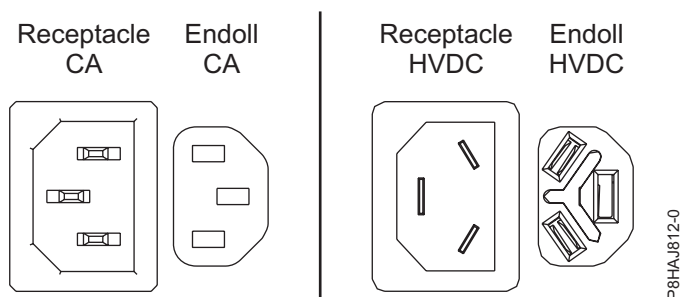
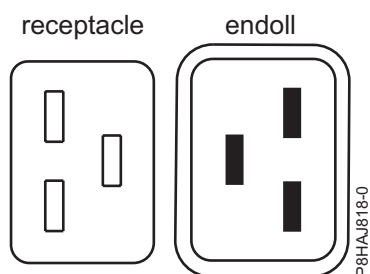
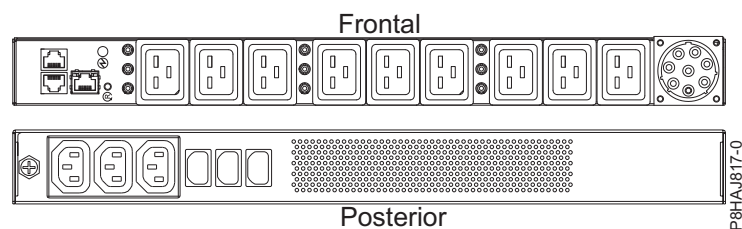

Figura 46. Connectors de CA i d'HVDC
Figura 47. Connectors per al sistema 8408-44E
Figura 48. PDU per al sistema 8408-44E
A Figura 46 es mostren els connectors admesos de corrent alternativa (CA) i de corrent directa d'alt voltatge (HVDC). A Figura 47 i a Figura 48 es mostren els connectors admesos i la unitat de distribució d'alimentació (PDU) per al model 8408-44E.